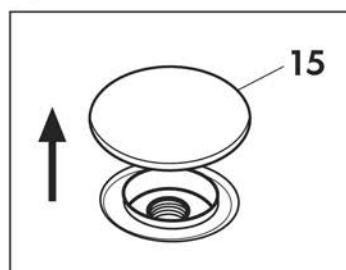

Fig. 4
Introduzir água de preferência desmineralizada ou detergentes não espumosos no reservatório apropriado levantando a tampa (15) **(Fig. 4)**